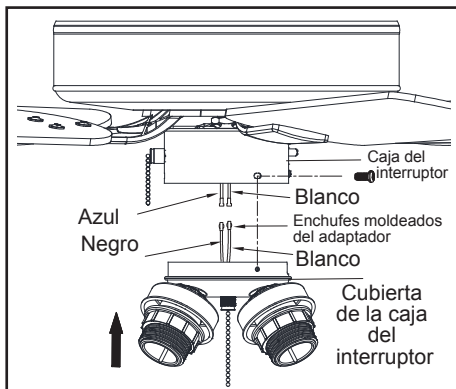

Figura 13
5. Inserta la pantalla de vidrio en el conjunto del kit de luces y gira el anillo de compresión hacia la derecha para ajustar y asegurar la pantalla de vidrio. Repite para las pantallas restantes. (Figura 13)